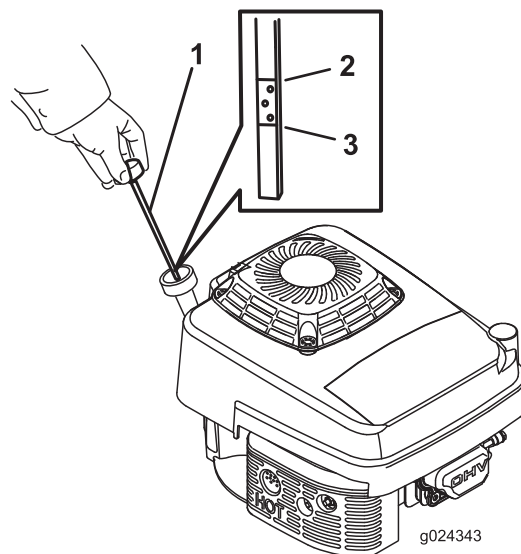

Figure 8
Avant chaque utilisation, vérifiez que le niveau d'huile se situe entre les repères maximum et minimum sur la jauge (Figure 8).
2. Nettoyez la surface autour du bouchon de remplissage (Figure 8).